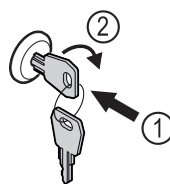

Fig. 124
- ▶ 按入钥匙。 Fig. 124 (1)
- ▶ 将钥匙顺时针转动 90°。 Fig. 124 (2)